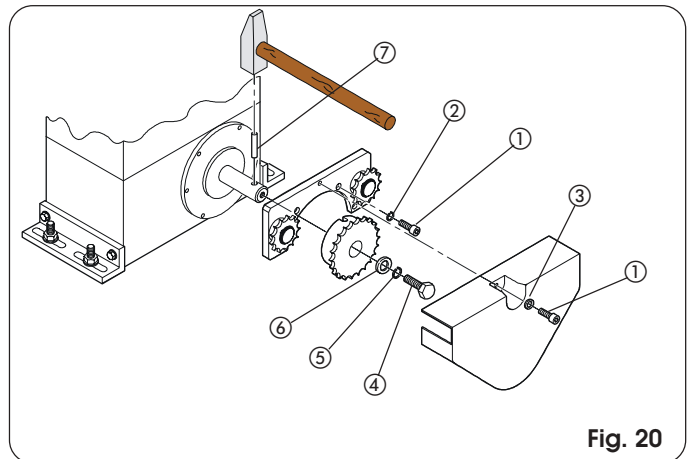
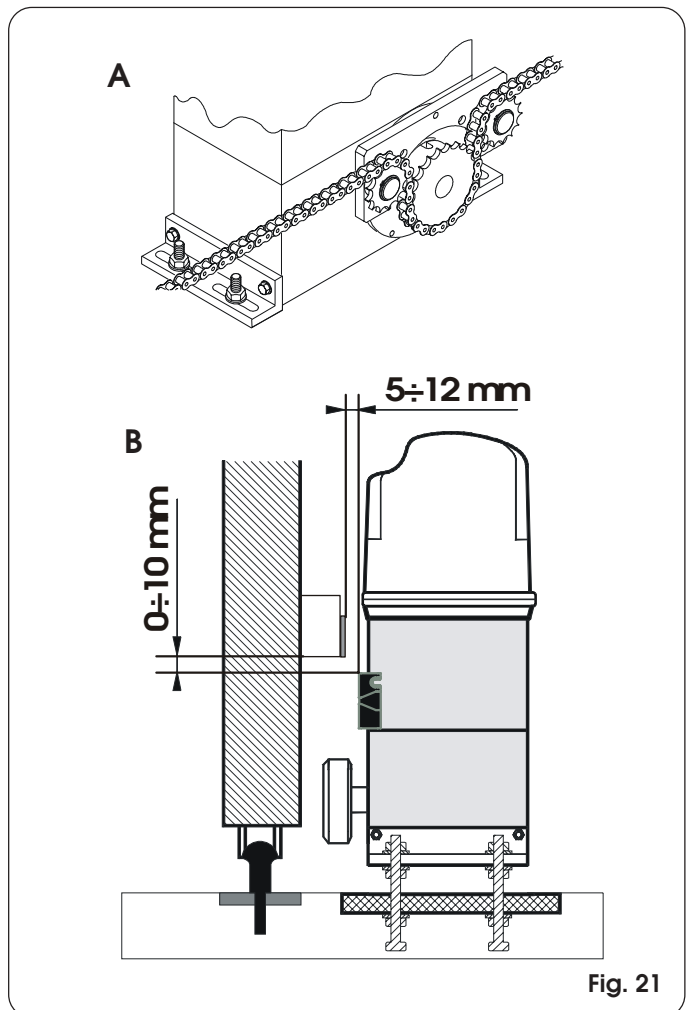

Fig. 20
Fig. 21
- 1) Monteer de spanstift ⑦ in de as met behulp van een hamer.
- 2) Plaats de beugel van de tussenoverbrengingen op de flens van de motorvertraging met behulp van de vier schroeven ① (M5 x 12) en de bijbehorende ringen ② uit de set, zoals aangegeven op fig. 20.
- 3) Plaats de kettingpignion op de as en laat hierbij de zittingen van de pignion op de spanstift samenvallen en haal de schroef ④ en de ringen ⑤ en ⑥ aan.
- 4) Voer de ketting door zoals aangegeven op fig. 21 ref. A en monteer de afdekking met de schroef ① en de ring ③ van fig. 20.
- 5) Voor aandrijvingen met MLS eindschakelaar dienen er steunen voor de bijgeleverde magneten te worden aangebracht volgens, de maten die worden aangegeven op fig. 21 ref.B.